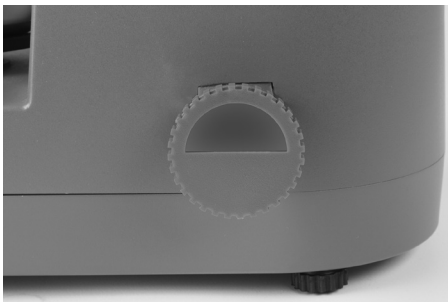

Abb. 7-Ablassöffnung auf der rechten Seite des Behälters
Schritt 1. Stellen Sie eine Schale unter den Ablaufstutzen (Abb. 7) auf der rechten Seite Ihres Dispensers.